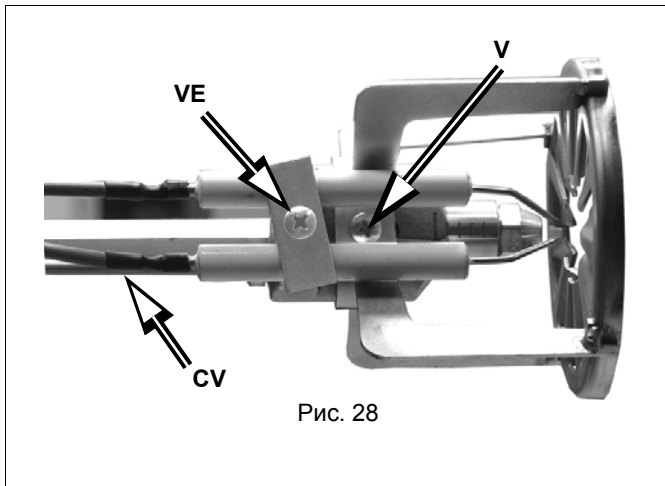
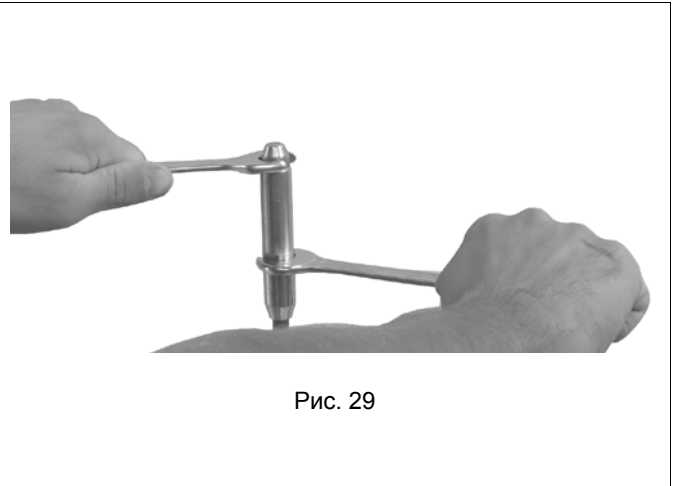

Рис. 28
Рис. 29
Прежде чем приступить к демонтажу форсунки и электродов, отсоединить кабели **CV** (Рис. 28), снять размеры, указанные на Рис. 29. и записать в таблице Таб. 3.
- 12 Открутить винт **V**, который крепит голову сгорания, и отсоединить голову от держателя форсунки (Рис. 28).
- 13 Открутить винт **VE**, который крепит электроды, вынуть их, почистить и, при необходимости, заменить (Рис. 28).
**⚠ При снятии форсунки обязательно использовать два ключа, как показано на Рис. 29, во избежание повреждения опорной плиты компонентов горелки!**
- 15 установить на место все компоненты, не забывая затянуть винты **V** и **VE** (Рис. 28); подсоединить кабели **CV**, тщательно соблюдая отметки, ранее снятые и записанные в таблице на стр.22 (См. "Регулирование головы сгорания")